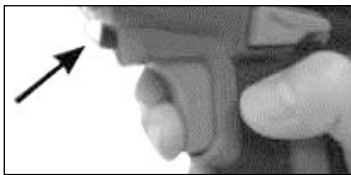

Рис. 6
Инструмент оснащен LED лампой (5) (Рис. 1). Она расположена над кнопкой включения (Рис. 6). Лампа загорается автоматически при нажатии на кнопку включения.